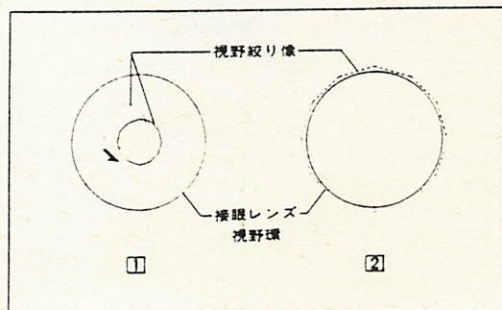

図14
- 7) 視野絞りが、接眼レンズの視野に対して偏心しているときは、コンデンサ心出しねじで、同心となるよう調整します。(図14-①)
- 8) 対物レンズをDIC 40×に切り替え、視野絞り像が図14-②のように、接眼レンズとほぼ同じになるように、絞りの大きさを調整します。偏心している場合は心出しねじで正しく心出します。